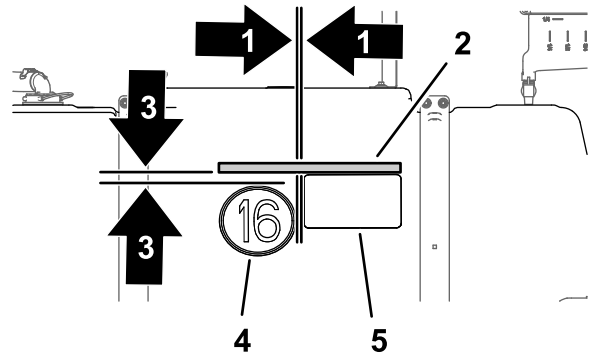

Bild 48
5. Fluchten Sie an der rechten Seite des Behälters ein Stück Abdeckband (48 cm) über der Oberseite des Toro Multi Pro 5800-Aufklebers und nach hinten aus, wie in Bild 48 abgebildet.
6. Messen Sie 28 mm von der unteren Kante des Abdeckbands und markieren Sie den Behälter mit einem Stift (Bild 48).
7. Messen Sie 21 mm von der linken Kante des Toro Multi Pro 5800-Aufklebers und markieren Sie den Behälter mit einem Stift (Bild 48).
8. Nehmen Sie das Trägermaterial vom Geschwindigkeitsaufkleber ab und fluchten Sie den Aufkleber mit den Markierungen (Bild 48) aus, die Sie in den Schritten 6 und 7 gemacht haben.
9. Bringen Sie den Aufkleber am Behälter an und entfernen Sie das Abdeckband (Bild 48).